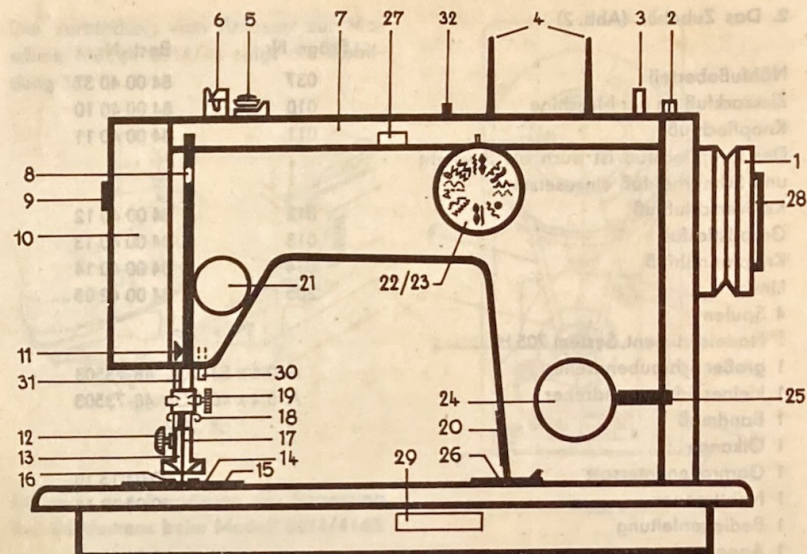

Abb. 1 Spezial-Nutnaht-Automatik-Nähmaschine Modell 8014/40
1. Bezeichnung und Funktion der Teile (Abb. 1)